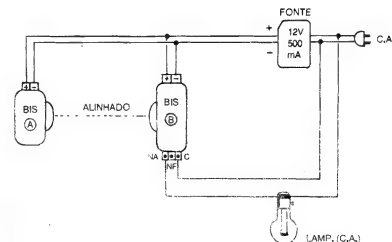

Fig. 12
- FIG. 12 - A INSTALAÇÃO BÁSICA (E A CALIBRAÇÃO DE SINTONIA...) - Além da instalação puramente "mecânica" e ótica, demonstrada na figura anterior, é importante obedecer à configuração básica da instalação elétrica, ora mostrada... O arranjo, inclusive, pode ser usado como estrutura de calibração, mesmo que na utilização definitiva, não se vá usar uma lâmpada como dispositivo de sinalização acionado pelo RECEPTOR da BIS... Com as "coisas" instaladas